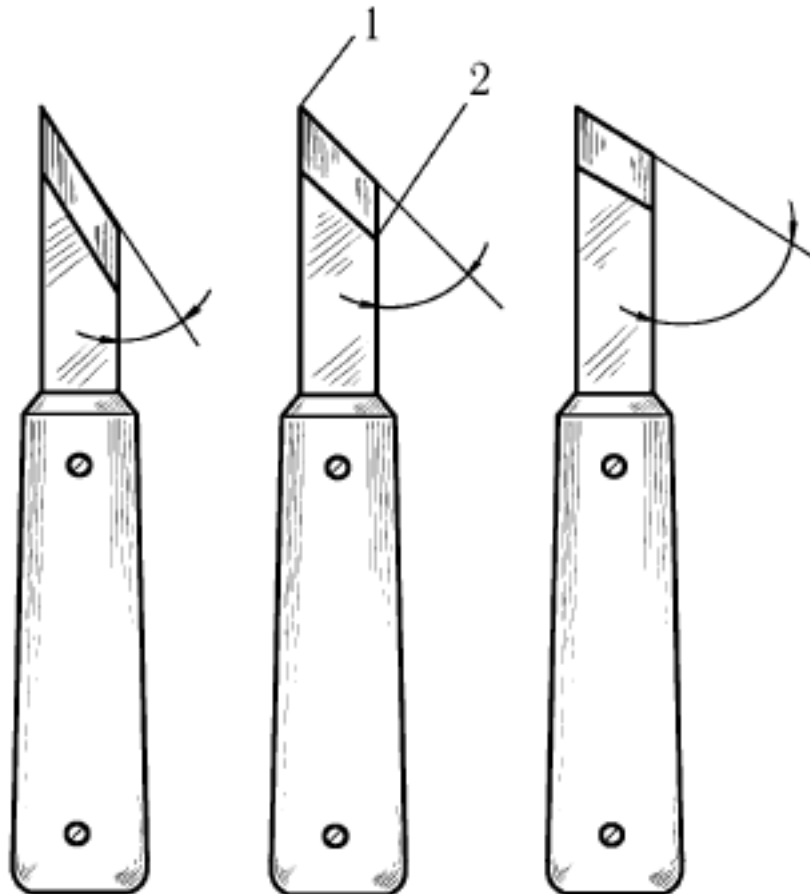

Рис. 10. Ножи-косяки с лезвиями различной заточки: 1 – носок; 2 – пятка
1. Нож-косяк (рис. 10). Им выполняют геометрическую и контурную резьбу, вырезают орнаменты.